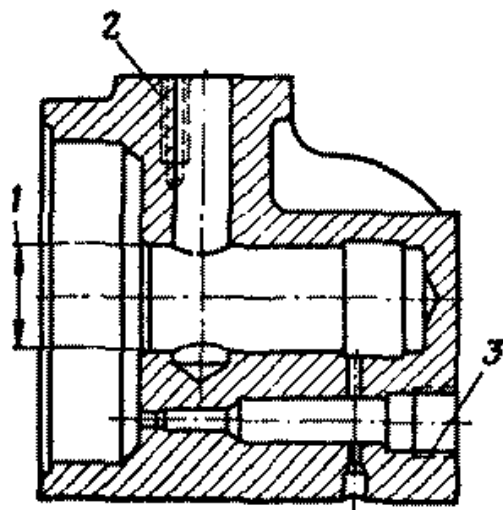

Рис. 195. Крышка насоса гидроусилителя руля
2. Крышка насоса гидроусилителя руля (рис. 195)